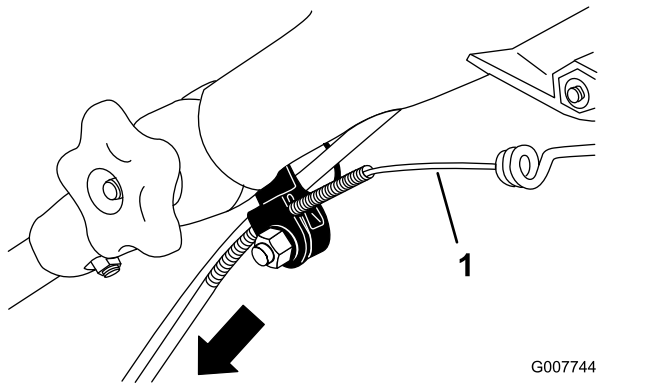

Figure 47
3. Tirez la gaine du câble vers le bas jusqu'à ce qu'il n'y ait plus de mou dans le câble exposé (Figure 47).